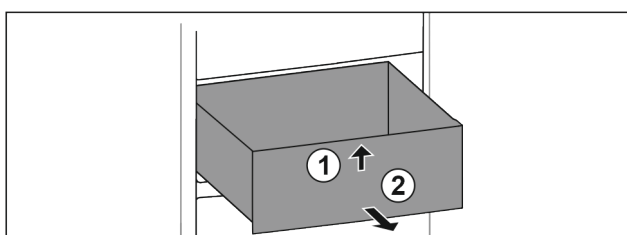

Fig. 96
- ▶ Løft skuffen fremefter. Fig. 96 (1)
- ▶ Tag skuffen ud fremefter. Fig. 96 (2)